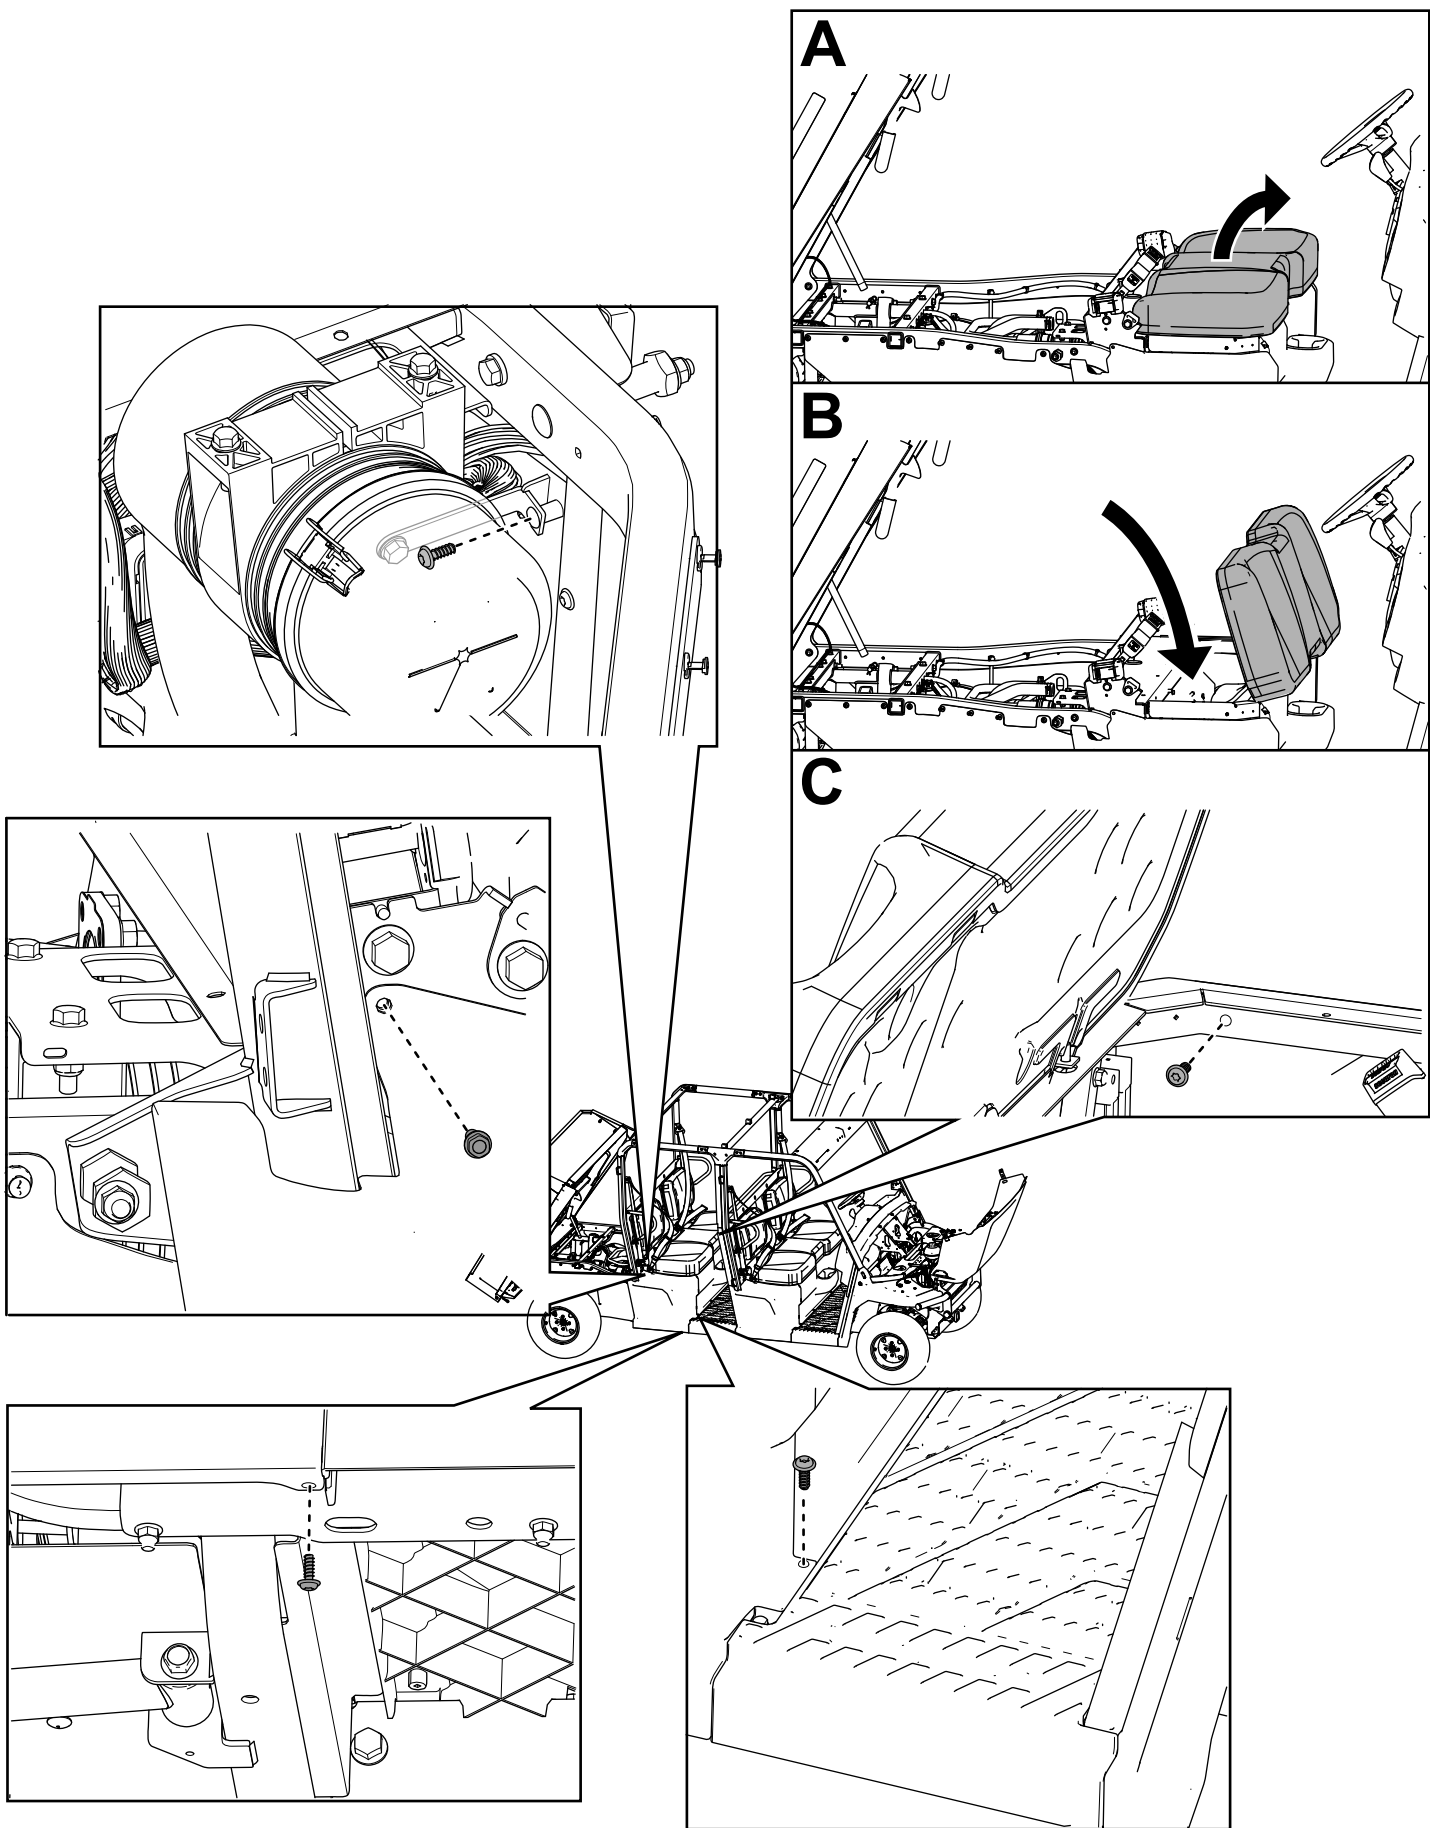

Figura 72
32. Sujete los 2 paneles izquierdos y los 2 paneles derechos de la base del asiento usando los pernos de cabeza hexagonal con arandela prensada ($\frac{1}{4}$ " x $\frac{3}{4}$ ") que se retiraron anteriormente, como se muestra en la Figura 72.